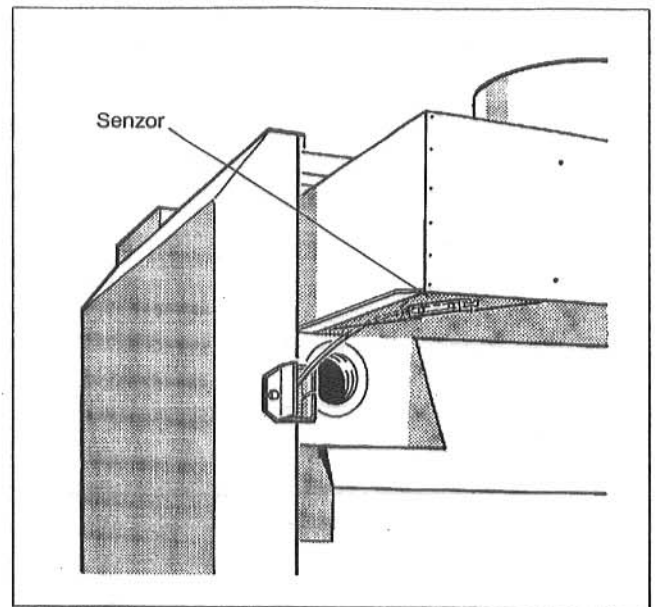

Fig. 26: Senzorul de supravegheare a gazelor de ardere
- Senzorul de temperatură al gazelor de ardere se va deșuruba de la dispozitivul de menținere al curentului de gaze (Fig. 26).